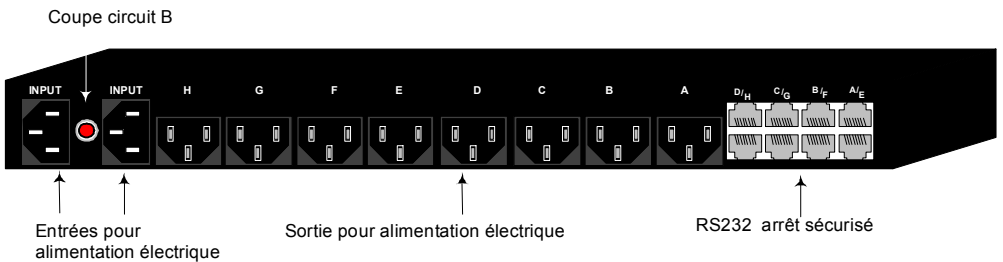

Figure 3 : RPS Manager et Satellite, panneau arrière
1. Branchez le connecteur RJ11 au port RS232 adapté, situé à l'arrière du RPS. Voir la Figure 3 ci-dessous. Par exemple, si l'ordinateur est connecté à la prise d'alimentation D, branchez le connecteur RJ11 au port RS232 D.